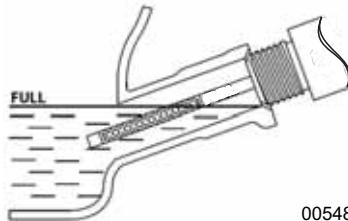

Figure 2-11. Plage de fonctionnement sûr
- Pour vérifier le niveau d'huile, retirez l'entonnoir et insérez la jauge dans le goulot de remplissage d'huile. Voir Figure 2-11.